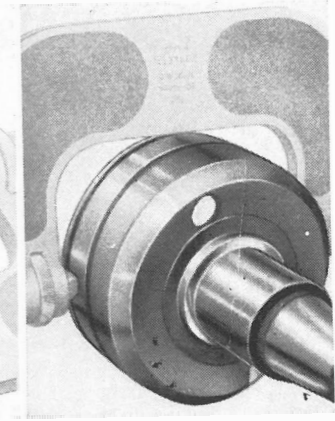

Fig. 87
- Vérifier que les dents des engrenages ne soient pas usagées ou endommagées. Dans les réducteurs 1 : 2 - 1 : 3 le diamètre extérieur de l'engrenage conduit sert comme second support pour l'axe réducteur (Fig. 87).
- Check that gear teeth are not worn or damaged. On reduction gear units with 2 : 1 and 3 : 1 ratios, driven gear external face acts as shaft bearing (Fig. 87). Check diameter with micrometer as above.
- Beachten, dass die Zähne der Räder nicht abgenutzt oder beschädigt sind. Bei den U-Getrieben mit dem Verhältnis 1 : 2 - 1 : 3 dient der Aussendurchmesser des angetriebenen Zahnkranzes als zweites Lager für die Welle (Abb. 87).